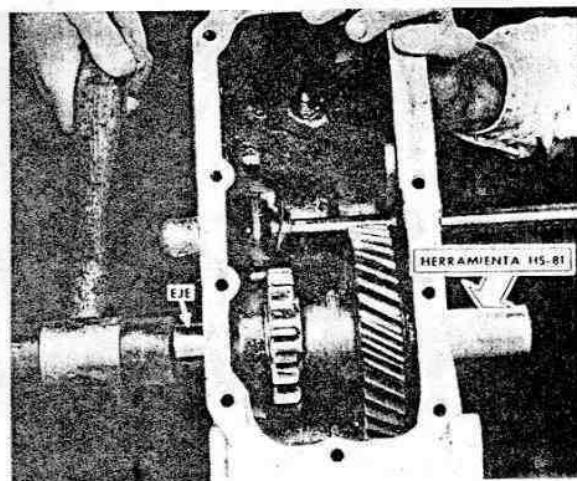

Fig. 161. — Instalando el eje del engranaje intermedio.
- b) Colocar dentro del engranaje la herramienta montando sobre ella las arandelas espaciadoras y los rodillos del cojinete, según lo indicado en inspección y ajuste (Engranaje intermedio). Instalar el engranaje en posición dentro de la caja con una mano mientras que con la otra se comienza a introducir desde atrás hacia adelante, el eje del mismo cuidando que la ranura para la placa de traba quede enfrentada con el agujero roscado para el bulón (Fig. 161)